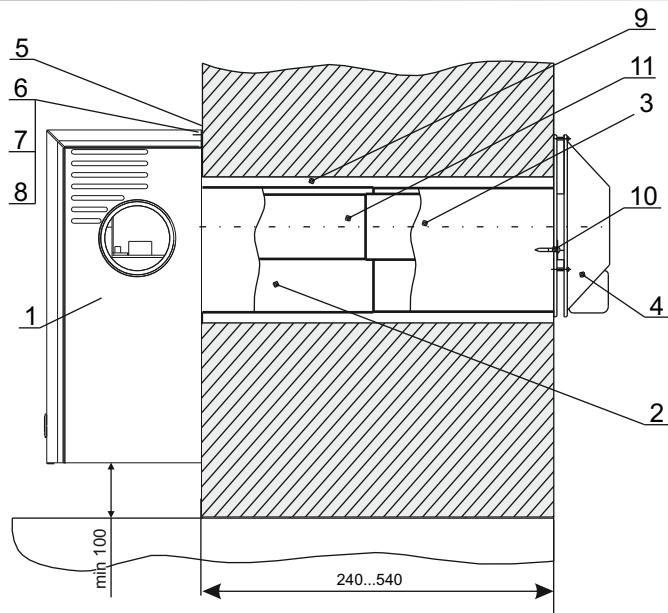

Рис. 2. Установка конвектора
6.3.1. В наружной стене здания согласно рис.2 пробить горизонтальный канал диаметром 230 мм для моделей 2-6 кВт и диаметром 270 мм для моделей 8-10 кВт. С целью обеспечения возможности обслуживания дымовоздушного блока в процессе эксплуатации конвектора, рекомендуется разместить канал в непосредственной близости от окна, но с учетом действующих ограничений (см. табл. 3). При этом необходимо учитывать, что для обеспечения установки и снятия конвектора, а также для снятия и установки газогорелочного устройства перед фронтом конвектора на расстоянии не менее 580 мм от стены и на расстоянии не менее 750 мм от оси канала в направлении автоматики безопасности не должно быть никаких строительных элементов или стационарно установленного оборудования.
6.3.2. Установить патрубок воздуховода 2 (рис. 2) на оси канала горизонтально так, чтобы торец выступал над внутренней плоскостью стены на 25 мм и зафиксировать патрубок деревянными клиньями, во избежание его деформации.
6.3.3. Установить газоход наружный 4 (рис.2) заподлицо с внешней плоскостью стены горизонтально по оси канала, совместив при этом вставку 3 и воздуховод 2. (разрывы в соединениях не допускаются), и зафиксировать деревянными клиньями.
6.3.6. Зафиксировать на стене шпильки крепления конвектора (рис.2).
6.3.8. Установить конвектор прousинами 5 (рис.2) на шпильки крепления 6 (рис.2), соединив при этом патрубок дымохода с фиксированным патрубком газохода наружного. Патрубок воздуховода 2 (рис.2) разместить в кольцевом пазе конвектора на прокладку (базальтовый шнур). Выставить вертикально конвектор и закрепить его гайками п.6, обеспечивая при этом плотный и герметичный прижим конвектора к воздуховоду. Установить прижимы и закрепить ими воздуховод в пазе конвектора.